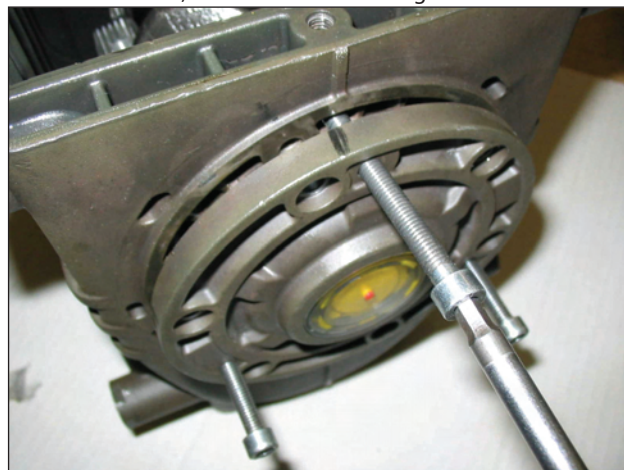

Fig. 3
- les couvercles latéraux en utilisant comme extracteur 3 vis M6x50 entièrement filetées et en les insérant dans les orifices filetés, comme le montre la Fig. 3.